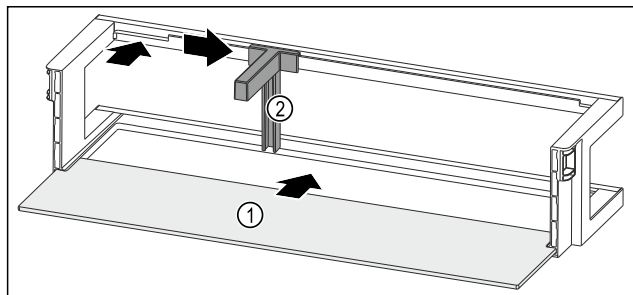

Fig. 96 Dørhylde med hylde
- ▶ Skub hylde *Fig. 96 (1)* ind i udsparingerne i siden.
- ▶ Indsæt flaskeholderen *Fig. 96 (2)* i udsparingen.
- ▶ Skub flaskeholderen *Fig. 96 (2)* til siden til den ønskede position.